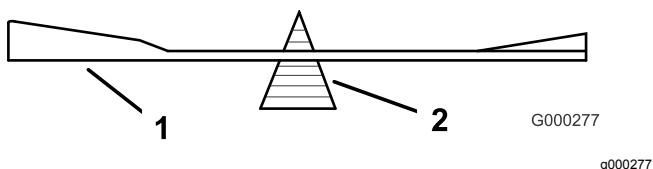

Figura 95
2. Verifique el equilibrio de la cuchilla colocándola sobre un equilibrador de cuchillas (Figura 95).